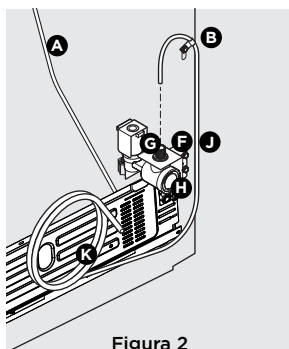

Figura 2
- Si utiliza el tubo flexible de acero inoxidable trenzado** - La tuerca está ya montado en el tubo. Deslice la tuerca de hacia el interior de la entrada de la válvula y apriete manualmente la tuerca de sobre la válvula. Ajuste otra media vuelta con una llave; NO apriete en exceso. Consulte la Figura 2.